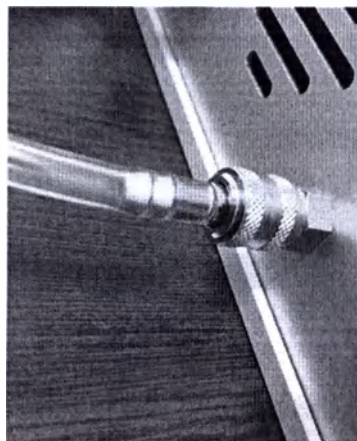

Рисунок 7 – Подключение кислородной трубки
1) Подключите к разъем-муфте клапанного типа с обратным клапаном и фиксатором кислородную трубку низкого давления. Для этого вставьте штуцер кислородной трубки в разъем муфты и надавите вперед до щелчка (рисунок 7). Кислородная трубка низкого давления, в комплекте с соединителями, предназначена для подсоединения блока управления к редуктору баллона с кислородно-гелиевой газовой смесью. Баллон и редуктор в комплект поставки не входят!